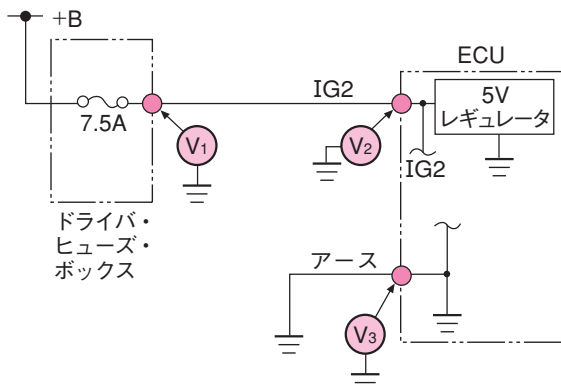
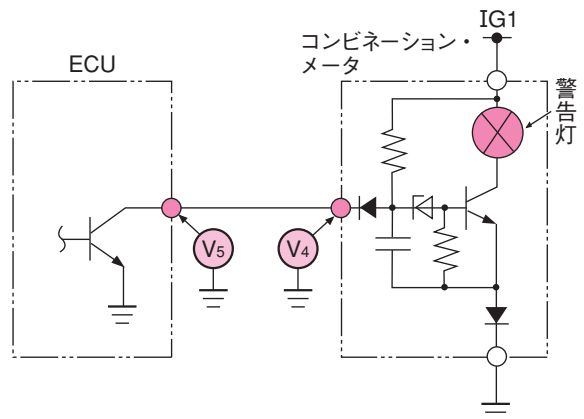

図2-10 ABS 警告灯回路の点検 (2)
図2-11 ABS 警告灯回路の点検 (3)
- ① 図2-10に示す V_1 に電圧があり、 V_2 に電圧がない場合は、 V_1 と V_2 間のIG2ハーネスの断線。
- ② V_2 に電圧があり、 V_3 にも電圧がある場合は、 V_3 とアース間の断線又はアース不良。
- ③ 図2-11に示す V_4 に電圧がない場合は、メータ回路の不良。
- ④ V_4 に電圧が3~6Vで、 V_5 に電圧がないとき、 V_4 と V_5 間の断線。
- ⑤ V_5 に電圧が3~6Vの場合は、ECUの不良。